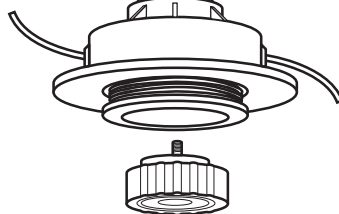

Fig. 30
- > Retirez le dévidoir et remplacez-le par un dévidoir de même type (Fig. 30).